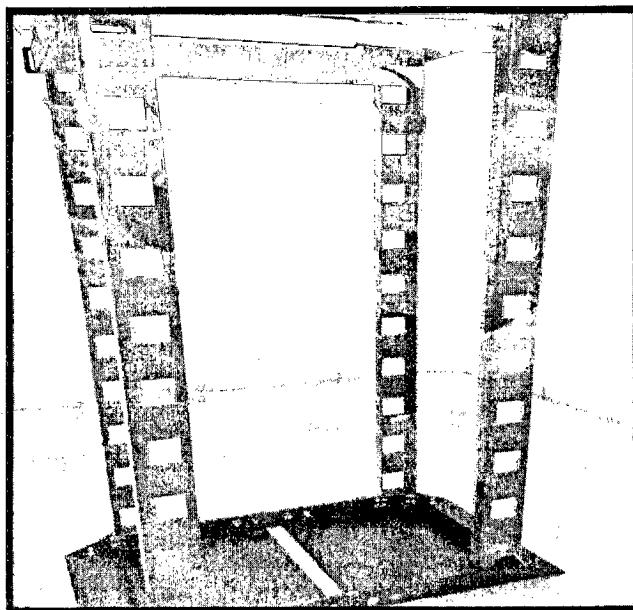

Imagen 3. Rack sin conexiones, ni equipos.
- 4) En algunos pisos, como lo indica la tabla 2, no hay dispositivos montados, tener presente q no hay red de CCTV montada como lo indica la Imagen 3. (Rack sin conexión, faltan cables, equipos activos o pasivos)